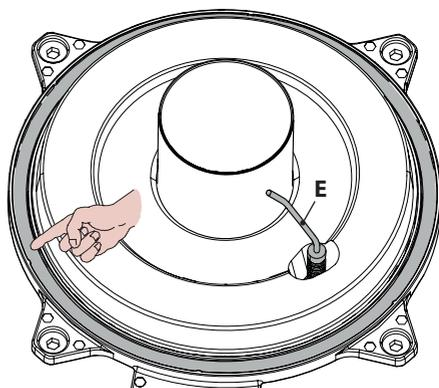

Figura 9.13
- La guarnizione in silicone della parete frontale della camera di combustione Figura 9.13 deve essere cambiata se deteriorata.
- L'elettrodo di accensione/rilevazione **E** in Figura 9.13 funge anche da sensore per il corretto scarico della condensa.